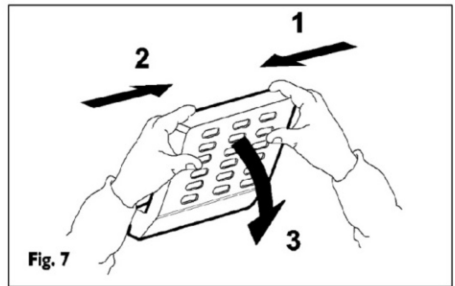

Fig. 7
- Retirez le diffuseur en suivant les instructions de la figure 7.